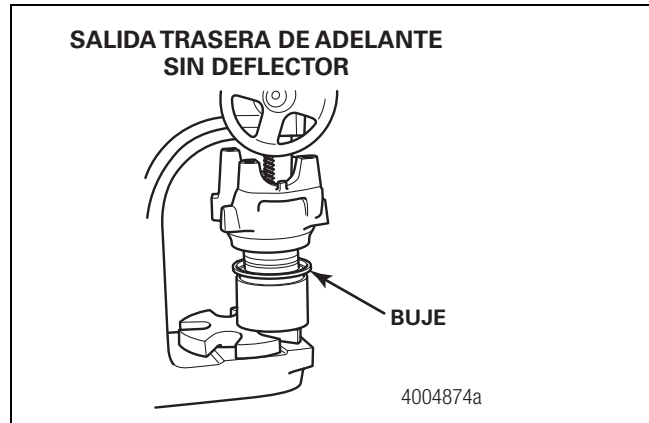

Figura 5.99
4. Aplique una ligera capa de aceite de ejes al muñón del sello del yugo. Coloque el buje en el impulsor de buje de yugo de salida del eje trasero de adelante. No toque las áreas engrasadas del buje. El buje debe mantenerse limpio antes de ensamblarse en el sello. Use una prensa para ejes y el impulsor correcto para instalar el buje en el yugo. Verifique que el buje esté totalmente asentado en el yugo para evitar que se dañen los componentes. Figura 5.99.